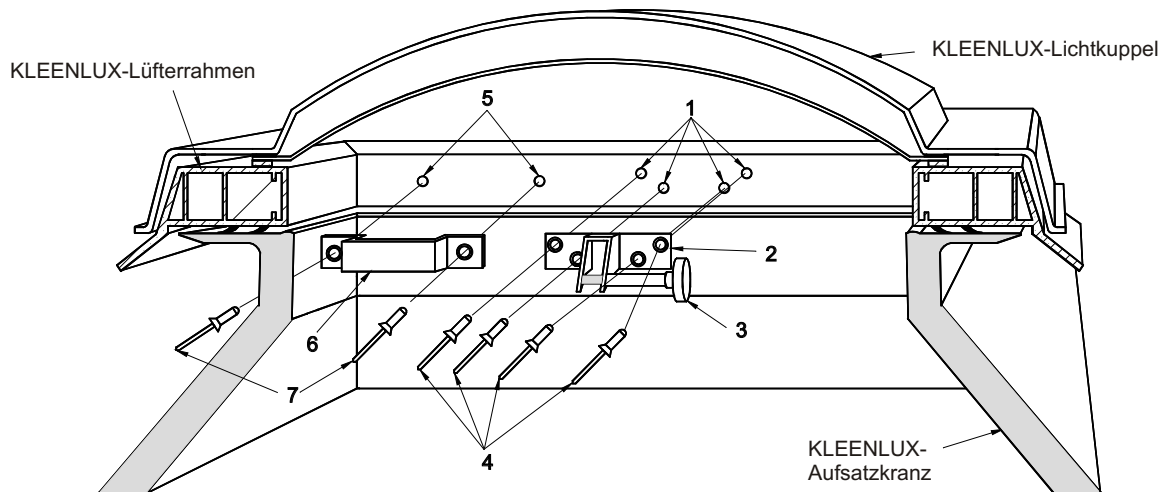

Abb. 1: Federbolzenkonsolen- und Handgriffmontage
- ❶ Ziehen Sie den Verriegelungsbolzen aus der Aufnahmekonsole am Lüfterrahmen heraus und bohren die Nietköpfe der Konsole mit Ø 8mm aus. **ACHTUNG:** Nicht in den Lüfterrahmen bohren!
- ❷ Entfernen Sie die vorhandene Konsole und drücken mit einem spitzen Werkzeug die verbliebenen Nietreste vorsichtig in den Lüfterrahmen.
- ❸ Schrauben Sie den Federbolzen von der Konsole ab (Abb. 1, Pos. 2+3). Nieten Sie die Konsole an der Position der alten Aufnahmekonsole am Lüfterrahmen fest (Abb. 1, Pos. 1, 2+4).
- ❹ Schrauben Sie den Federbolzen fest in die Konsole ein und lassen ihn am Öffneraggregat einrasten.
- ❺ Positionieren Sie den Handgriff (Abb. 1, Pos. 6) mittig und waagrecht zwischen der Konsole mit Federbolzen und der linken Ecke des Lüfterrahmens und zeichnen die Bohrstellen am Lüfterrahmen an (Abb. 1, Pos. 5).
- ❻ Durchbohren Sie die angezeichneten Stellen mit Ø 5mm (Abb. 1, Pos. 5) und nieten den Handgriff fest (Abb. 1, Pos. 6+7).